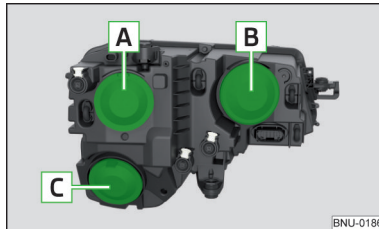

Abb. 337
- › Die Schutzkappe **A** bzw. **B** » Abb. 337 auf Seite 305 abnehmen.
- › Die Schutzkappe **B** » Abb. 337 auf Seite 305 abnehmen.
- › Die Schutzkappe **B** » Abb. 337 auf Seite 305 einsetzen.
- › Die Schutzkappe **C** » Abb. 337 auf Seite 305 abnehmen.
Die Schutzkappe **C** » Abb. 337 auf Seite 305 einsetzen.